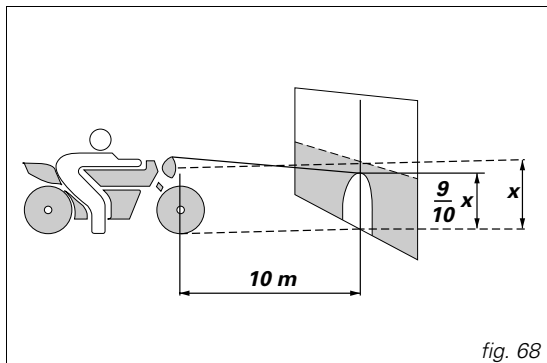

fig. 68
**Orientamento del proiettore** (fig. 68)